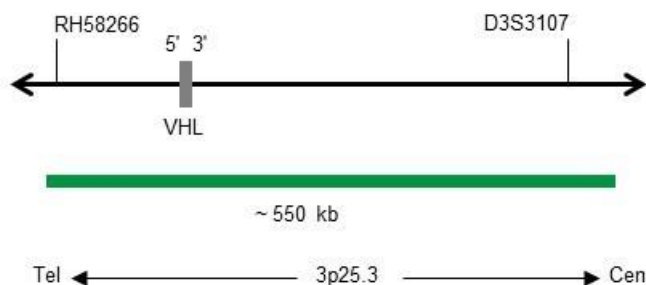

Abb. 1: SPEC VHL Sondenlokalisierung (nicht maßstabsgetreu)
- ZyGreen (Anregung 503 nm/Emission 528 nm) markierten Polynukleotiden (~10 ng/ μ l), die gegen Sequenzen in 3p25.3* (chr3:10,051,220-10,598,496) gerichtet sind, welche die VHL-Genregion enthalten (siehe Abb. 1).